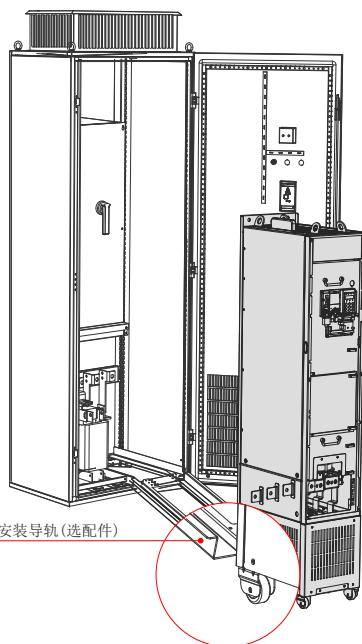
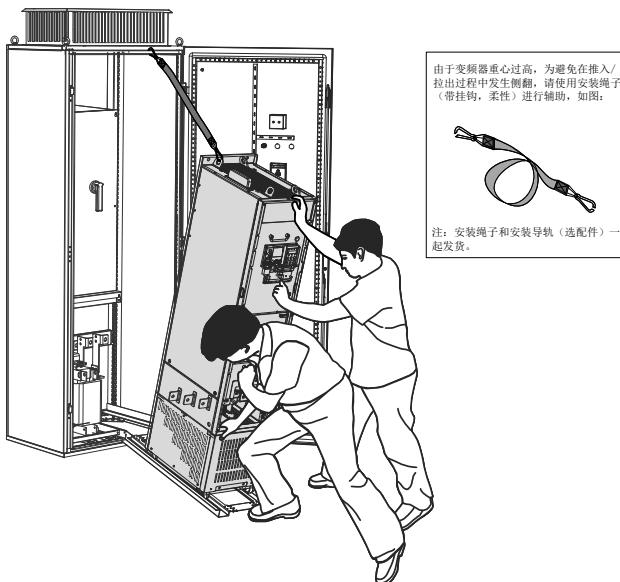

图 3-19 将变频器脚轮对准安装导轨
图 3-20 将变频器缓缓推入机柜
- 需要将变频器推入或推出机柜时，务必将变频器脚轮对准导轨后再推入或拉出，为确保安全，必须要求两个人操作，如图 3-19、图 3-20；
5	两个人配合操作，将变频器脚轮对准安装导轨后，缓缓推入机柜（如图 3-19、图 3-20）。安装过程中请使用安装辅助绳，避免变频器在推入 / 拉出过程中发生侧翻。